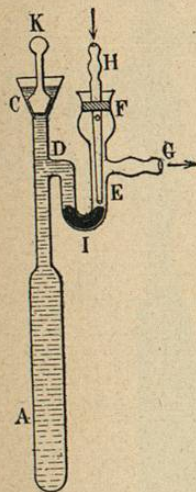

Fig. 89.
La partie thermométrique A C (fig. 89), évasée en entonnoir, peut être fermée par un bouchon en verre rodé (K). Le tube